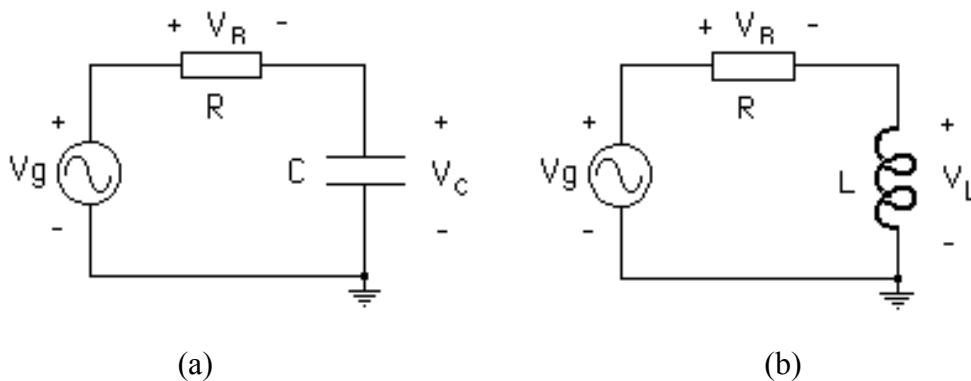

Figura 2.- Circuitos RC y RL
- 20.- El siguiente paso es realizar el análisis **AC Sweep** de los circuitos mostrados en la Figuras 2(a) y 2(b), empleando los valores indicados por su profesor tanto para los componentes como para la magnitud y el rango de frecuencia de las fuentes. En el análisis AC Sweep el programa aplica a la entrada del circuito una fuente sinusoidal, identificada como fuente AC, cuya amplitud la fija el usuario (por ejemplo 1V), y cuya frecuencia varía entre los límites de frecuencia que el usuario indique para la gráfica de salida. La idea es tener en una sola gráfica el comportamiento del circuito para todo el rango de frecuencias. Esto es lo que se llama la **respuesta en frecuencia** de un circuito, a partir de la cual se define el ancho de banda. Debido a la respuesta que presenta para distintas frecuencias, el circuito de la Figura 2(a) se dice que es un **filtro pasa-bajo pasivo de primer orden**, ya que a frecuencias muy bajas, el voltaje de salida  $V_c$  es similar a  $V_g$ , mientras que al aumentar la frecuencia, el voltaje de salida  $V_c$  tiende a cero. Por otra parte, el circuito de la Figura 2(b) se dice que es un **filtro pasa-alto pasivo de primer orden**, ya que a
2.- En el circuito RC de la Figura 2(a) las ecuaciones para los valores de los voltajes son:
3.- Para el circuito RC de la Figura 2(a) el valor teórico de la frecuencia de corte del filtro pasa-bajo pasivo de primer orden está dado por la relación  $2\pi f_c = 1/RC$ . Compare la frecuencia de corte obtenida en la gráfica del análisis AC Sweep de SPICE con el valor teórico calculado y explique las diferencias en caso de que existan.
4.- Para el circuito RL de la Figura 2(b) las ecuaciones para los valores de los voltajes son:
5.- Para el circuito RL de la Figura 2(b) el valor teórico de la frecuencia de corte del filtro pasa-alto pasivo de primer orden está dado por la relación  $2\pi f_c = R/L$ . Compare la frecuencia de corte obtenida en la gráfica del análisis AC Sweep de SPICE con el valor teórico calculado y explique las diferencias en caso de que existan.